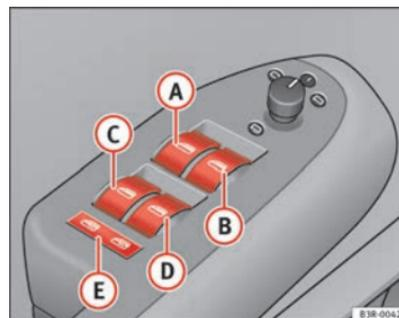

Fig. 79 Pormenor da porta do condutor: Comandos
- (A)** Comutador ⇒ fig. 79 para o vidro da porta do condutor
- (B)** Comutador para o vidro da porta do passageiro
Com o interruptor de segurança ⇒ página 111, fig. 79  podem desactivar-se os interruptores das portas traseiras. Só quando este interruptor está premido é que é possível subir e descer os vidros a partir dos bancos traseiros.